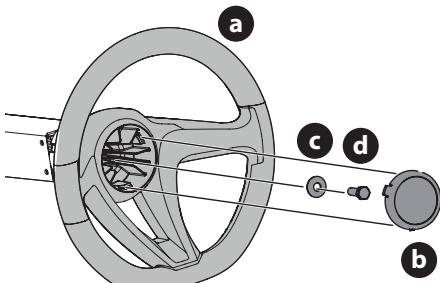

Figura 7
1. Extraiga los elementos de herraje para fijar el volante (a) que están debajo de la tapa del volante (b). Extraiga la cubierta con cuidado insertando un destornillador plano pequeño dentro de una de las tres ubicaciones de ajuste a presión, al tiempo que lentamente apalanca la tapa del volante (b) para extraer los herrajes (Figura 7).
2. Con las ruedas de la máquina ubicadas rectas hacia delante, coloque el volante (a) sobre el eje de dirección (Figura 7).
3. Coloque la arandela Belleville (c) con el lado cóncavo hacia adentro por encima del volante y ajústela con el tornillo de bloqueo hexagonal (d) (Figura 7).
4. Coloque la cubierta del volante (b) sobre el centro del volante (a), alinee los tres broches de presión con las lengüetas del volante y empuje hacia abajo hasta que haga "clic" en su lugar (Figura 7).